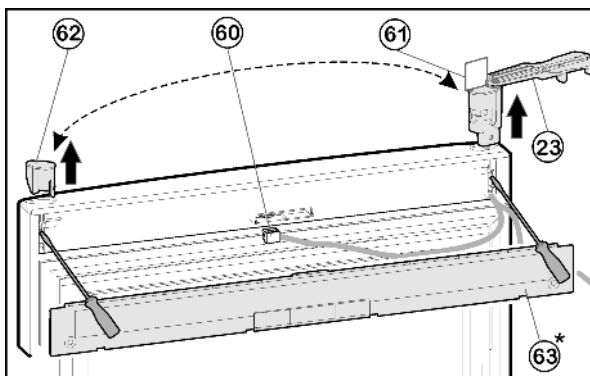

Fig. 20
- ▶ С помощью отвёртки выведете из зацепления крышку Fig. 20 (63) на дверце.
- ▶ Отсоедините разъем Fig. 20 (60).
- ▶ На верхней дверце поверните опорный кронштейн Fig. 20 (23) наружу параллельно краю дверцы.
- ▶ При помощи отвертки вытолкните опорный кронштейн Fig. 20 (23) снизу и снимите с двери вместе с кабелем.
- ▶ Извлеките пробку Fig. 20 (62) снизу при помощи отвертки и вставьте на другой стороне.
- ▶ Проденьте кабель опорного кронштейна Fig. 20 (23) на противоположной стороне и установите опорный кронштейн.
- ▶ Снимите шаблон Fig. 20 (61) и закрепите на опорном кронштейне.
- ▶ Вставьте разъем Fig. 20 (60).
- ▶ Зафиксируйте крышку Fig. 20 (63) на дверце.